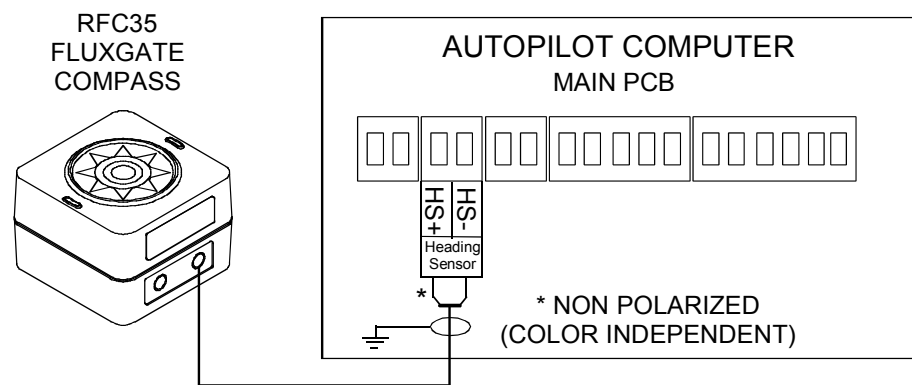

Abb. 3-15 RFC35 Anschluss
- Den RFC35, wie in Abb. 3-15 gezeigt, an den Autopilot-Computer anschließen